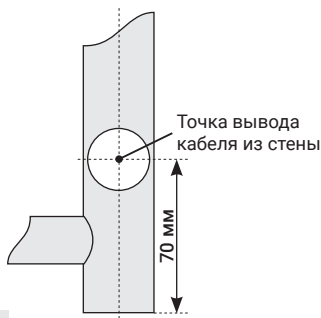

Рис.10
4.3.1. Для монтажа через скрытую проводку производитель рекомендует придерживаться следующих требований: кабель для подключения должен быть медным с сечением  $3 \times 1,5 \text{ мм}^2$ . Точка вывода кабеля из стены (рис. 10).